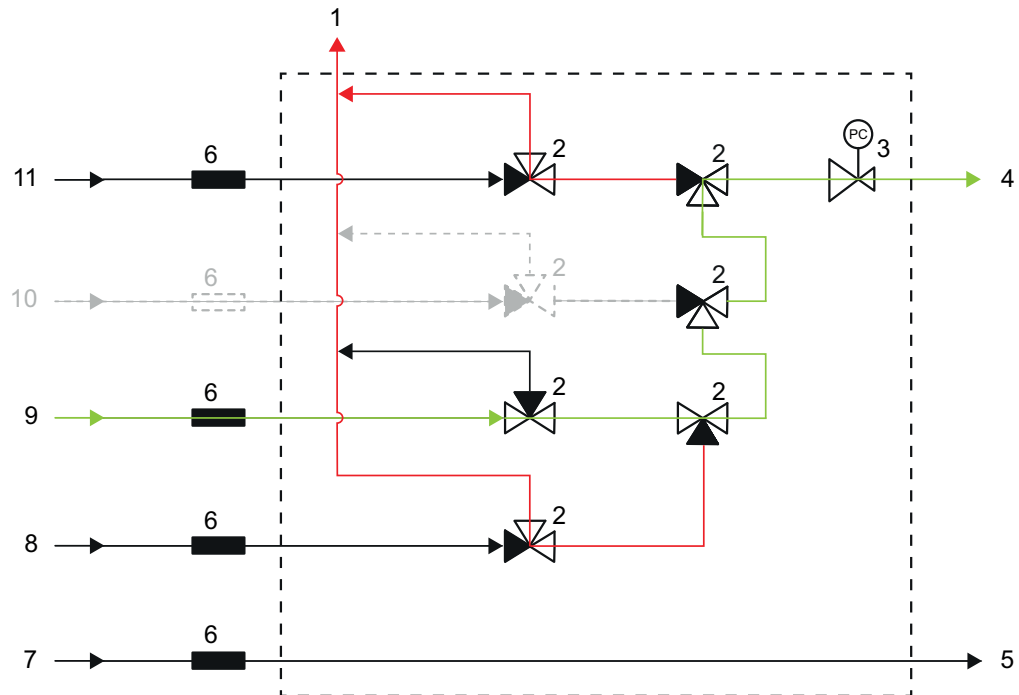
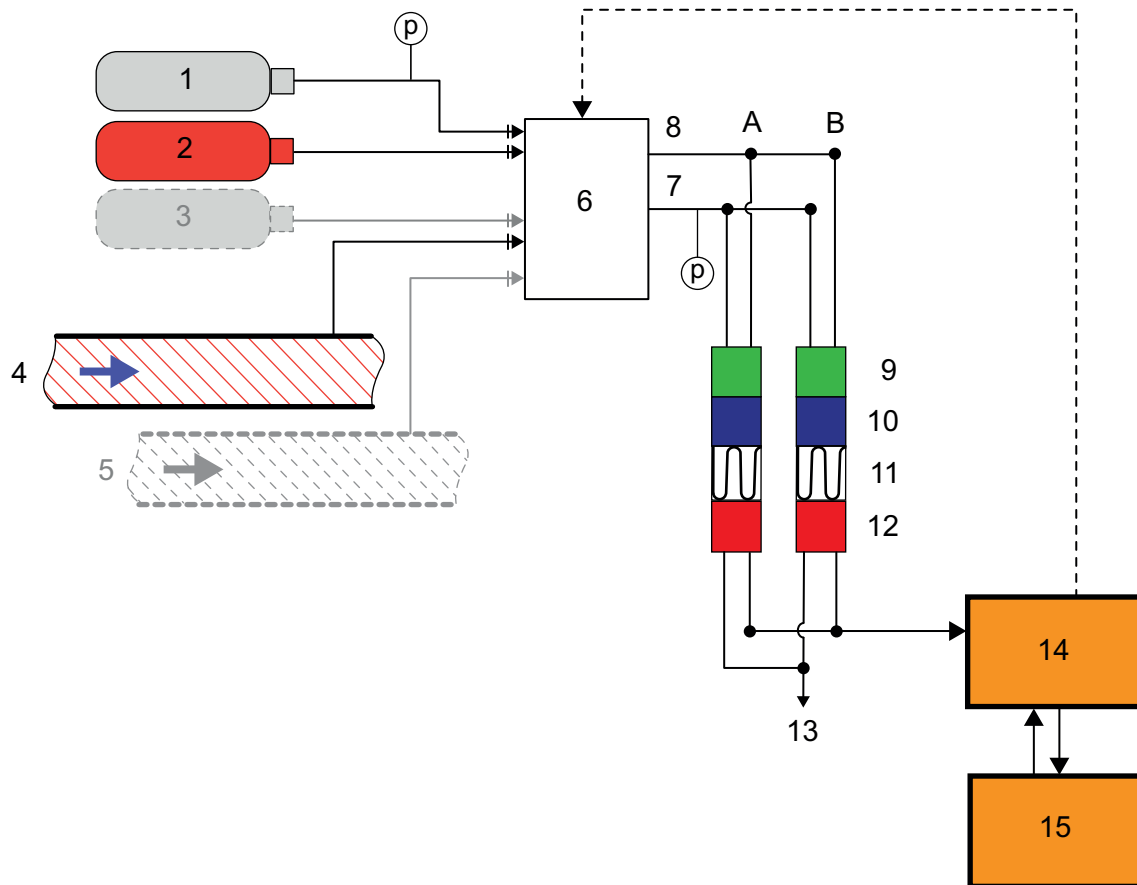

Abb. 7: Gasverteilung (Prinzipskizze)
Abb. 8: Blockdiagramm Gaschromatograph
Um die Kontamination des selektierten Gasstroms durch eventuelle Leckagen der Ventile zu vermeiden, wurde die sogenannte "Double Block and Bleed"-Anordnung der Ventile gewählt (vgl. Abb. 7).
In der Abb. 7 ist das Kalibrierigas zugeschaltet (grün dargestellt) und es ist zu erkennen, dass die Volumina zwischen den Ventilen der anderen Gasströme gegen Atmosphäre entlüftet sind (rot dargestellt). Auftretende Leckagen können somit den Analysengasstrom nicht kontaminieren.
In nachfolgender Abb. 8 ist der funktionale Aufbau des Gaschromatographen als Blockdiagramm dargestellt.
Mittels einer Probenentnahmesonde wird eine Gasprobe aus der Prozessleitung entnommen (Abb. 8, Pos. 4) und in die Gasverteilung (Abb. 8, Pos. 6) geleitet. Je nach Anforderung (z. B. Analyse oder Kalibrierung) wird einer der folgenden vier Gaseingänge über Steuerventile (eine „Double Block and Bleed“-Ventileinheit, vgl. Abb. 7) in Richtung der Säulenmodule A und B geschaltet:
- Messgas 1 (Abb. 8, Pos. 4)
- Messgas 2 (optional) (Abb. 8, Pos. 5)
- Kalibriergas (Abb. 8, Pos. 2)
- Referenzgas bzw. ext. Prüfgas (optional) (Abb. 8, Pos. 3)
Bevor die zu analysierende Probe den Säulenmodulen zugeführt wird, erfolgt eine Druckreduzierung (Abb. 7, Pos. 3), um einen definierten Druck in den Säulenmodulen sicherzustellen. (Optional kann auch ein Gastrockner vorgesehen werden).
Zusätzlich wird das Trägergas (Abb. 8, Pos. 1) den Säulenmodulen über die Gasverteilung zugeführt. Die Druckeinstellung des Trägergases muss direkt an der Druckregelung der Trägergasflasche erfolgen, da kein weiterer Druckregler installiert ist.
Zwar verfügen die einzelnen Säulenmodule zusätzlich über eine Druckregelung (Abb. 8, Pos. 9) zur Einstellung des Trägergasdrucks, aber diese dient ausschließlich dazu, den Trägergasdruck für die Analyse konstant zu halten, um gleichbleibende Analyseergebnisse sicherzustellen. Eine Einstellung des Trägergasdrucks kann hier nicht vorgenommen werden.
Eine genau definierte Menge des zu analysierenden Gases wird mittels des Injektors (Abb. 8, Pos. 10) auf die Trennsäulen (Abb. 8, Pos. 11) geleitet. Diese Probe wird durch das Trägergas, welches die sogenannte mobile Phase darstellt, durch die Trennsäulen geleitet.
Ein Wärmeleitfähigkeitsdetektor (Abb. 8, Pos. 12) erfasst den Austritt der Komponenten. Für jede Komponente wird somit ein unterschiedlich langes und hohes Signal erzeugt, ein sogenannter Peak. Die Fläche unter der Signalkurve dient als Maß für den entsprechenden Stoffmengenanteil.